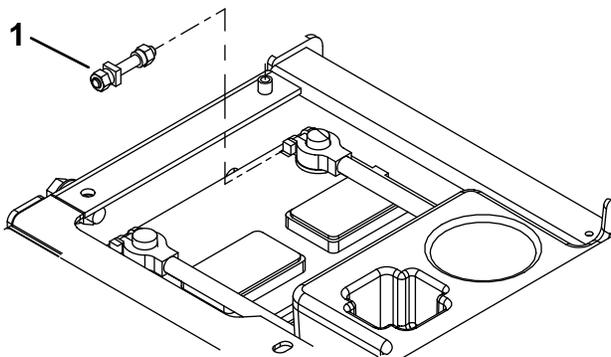

Рисунок 9
12. Установите, не затягивая, новый зажимной болт аккумулятора / штырь заземления (Рисунок 9).